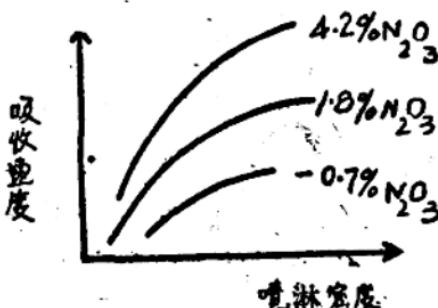

图2 吸收速度与含硝度、喷淋密度之关系
由图 2 可知: 喷淋酸密度增大, 吸收速度亦增大。
③ 含硝度：如图2含硝度高吸收速度快。